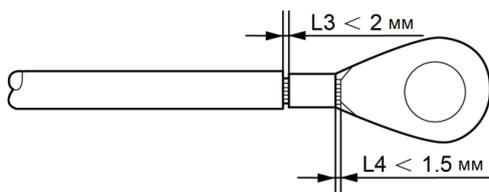

Рисунок 3.16 Обжатый кабель
4. Вставьте зачищенный кабель в место обжима клеммы и, используя обжимной инструмент закрепите круглую клемму на конце кабеля (см. Рисунок 3.16).